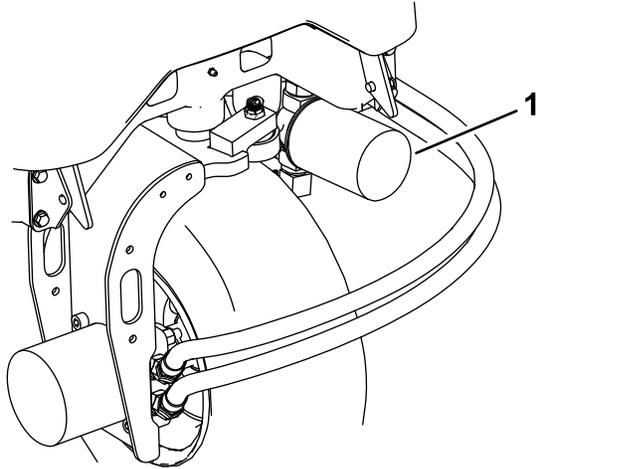

図 64
3. フィルタ取り付け部付近をきれいに拭い、下に容器を置き、フィルタを外す **図 64**。
2. 油圧ラインの接続部または油圧フィルタを外し、流れ出すオイルを容器に受ける **図 64**と**図 65**。